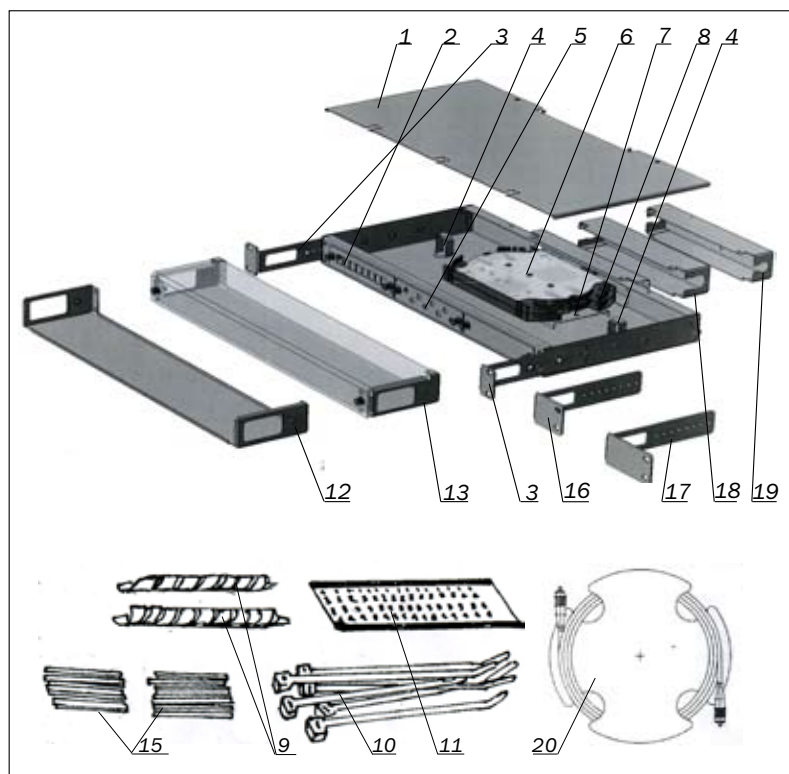

Рисунок 1.1 - Состав шкафа 1U
**5.7** Для организации ввода ОК в защитной гофротрубе, разделанного до ОМ, используются поставляемые отдельно специальные узлы ввода ОК (*рисунок 1.1; поз. 18, 19*). Монтаж специальных узлов ввода ОК производить в соответствии с прилагаемой к ним инструкцией по монтажу.